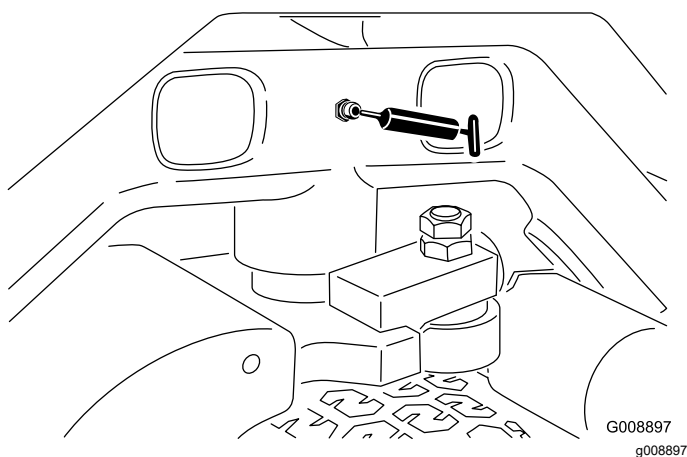

Figura 40
- Pivote de dirección (Figura 40)